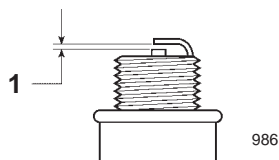

Figure 11
- Réglez l'écartement des électrodes de la bougie neuve à 0,76 mm (0,030") (Fig. 11).